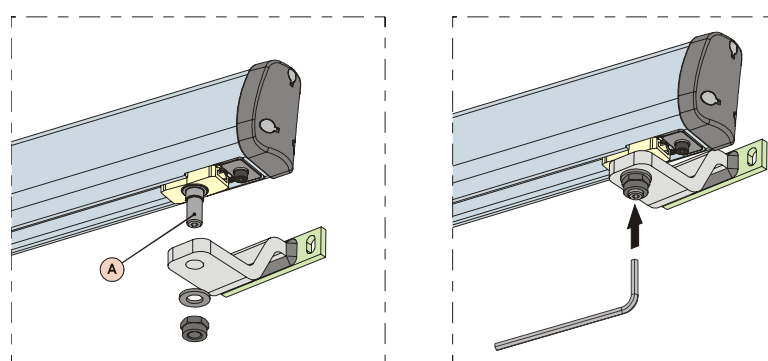

Fig. 11
- 4) Assembler la patte antérieure d'après la Fig.11. Dans la partie inférieure de la patte d'attache, on a réalisé un logement hexagonal CH=5 (Fig.11 réf.A) pour faciliter les opérations de montage.